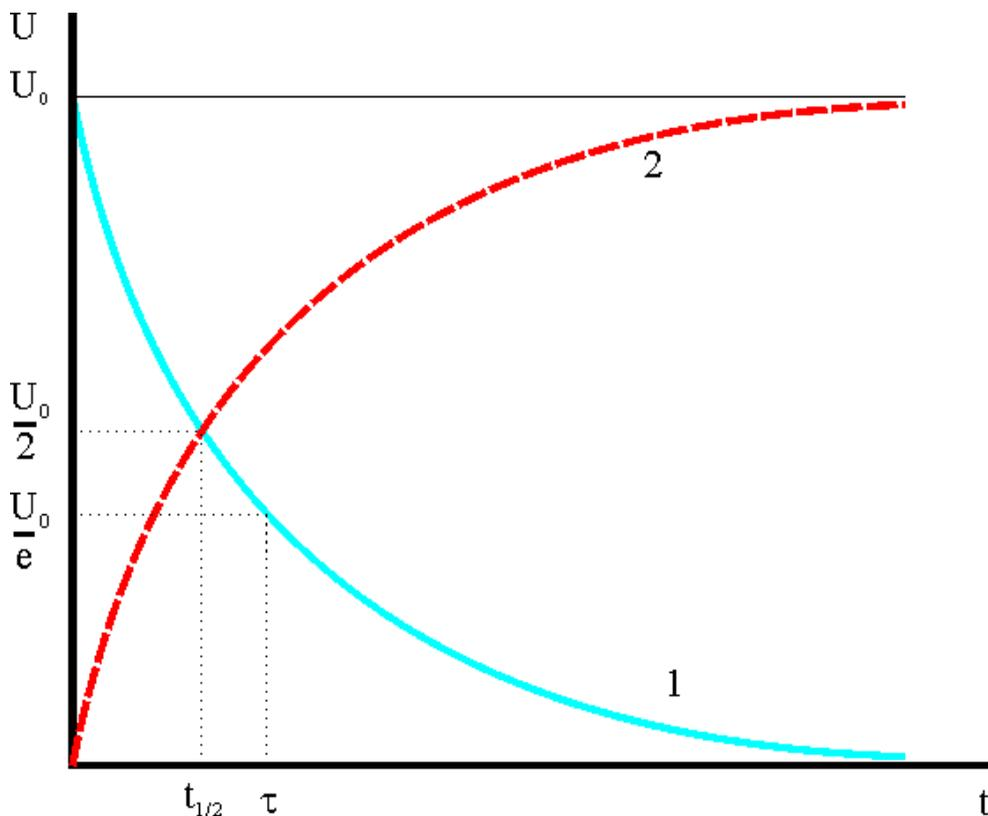

Рис.5. Зарядная и разрядная кривые изменения напряжения на конденсаторе.
Из уравнений (7) и (14) и рис. 5 видно, что изменение напряжения при зарядке (кривая 2) разрядке (кривая 1) происходят по экспоненте и значения U стремятся к нулю (разрядка конденсатора, кривая 1), или к U_0 (зарядка конденсатора, кривая 2). Такой процесс называется **апериодическим**.
Из уравнений (7) и (13) при $t = \tau$ получим $U = \mathcal{E}(1 - e^{-1}) = 0,63\mathcal{E}$, $U = U_0 e^{-1} = 0,37U_0$. Таким образом, значение τ можно найти из графика (рис. 5).